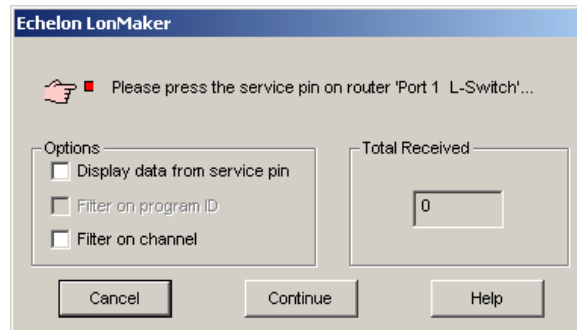

Abbildung 7: Drücken Sie den Service Pin
8. Wurde im letzten Dialog „Service Pin“ ausgewählt, fordert Sie der nächste Dialog zum drücken der Service Pin Taste auf (siehe Abbildung 7). Um den Port auszuwählen auf dem eine „Service Pin Message“ Nachricht ausgesendet werden soll, muss der Statustaster länger als 2 Sekunden gedrückt gehalten werden. Die Port-LED des gerade selektierten Ports leuchtet orange auf. Wird der Statustaster weiter gedrückt gehalten, so wird nach weiteren 2 Sekunden der nächste Port selektiert. Sobald der Statustaster freigegeben wird,